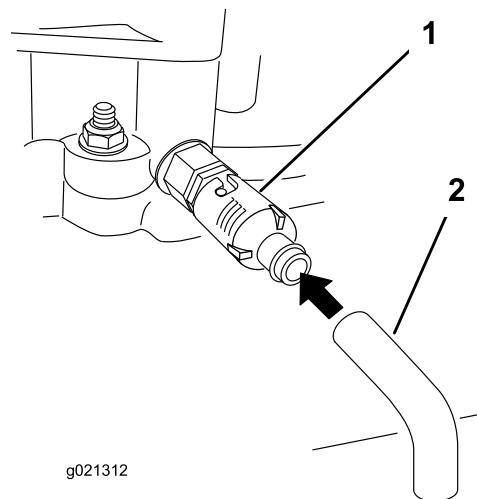

Bild 23
5. Stellen Sie eine Auffangwanne unter den Ablassschlauch. Drehen Sie das Ölabblassventil, damit das Öl herauslaufen kann (Bild 23).
7. Entfernen Sie den Ablassschlauch (Bild 23).